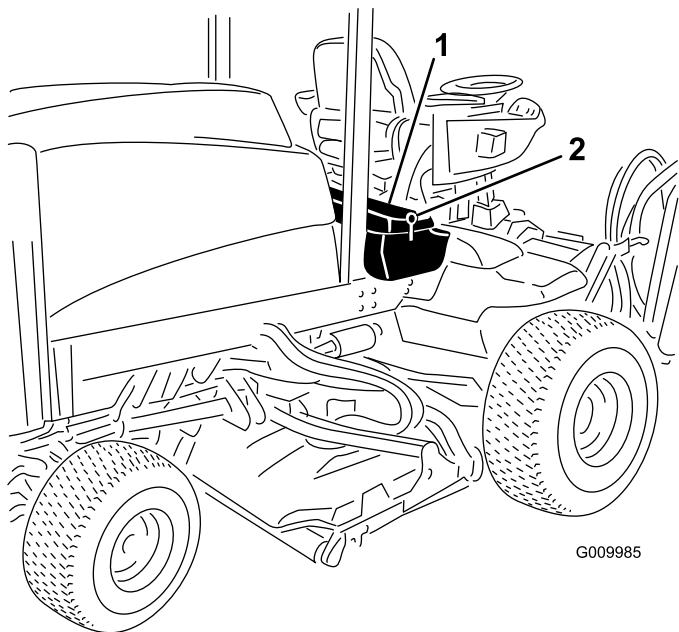

図 36
1. 運転席のコンソールパネルのラッチを外して持ち上げる 図 36。